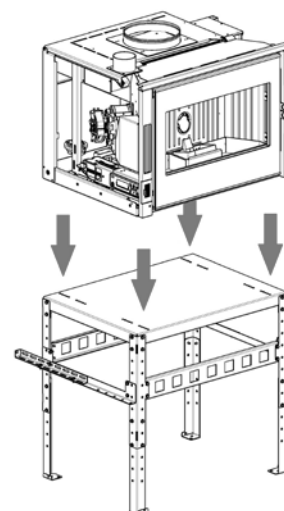

Fig. 43 - Fije el insertable encima
- Apoye el insertable encima de la estructura fijando con tornillos en los alojamientos (véase **Fig. 43**).